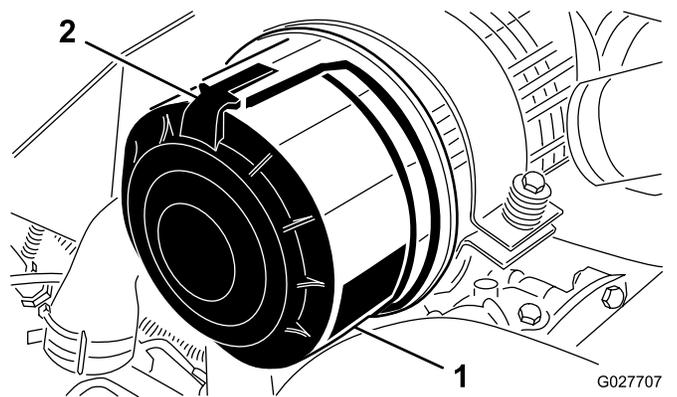

Рисунок 62
1. Отпустите защелки, фиксирующие крышку воздухоочистителя на его корпусе (**Рисунок 62**).